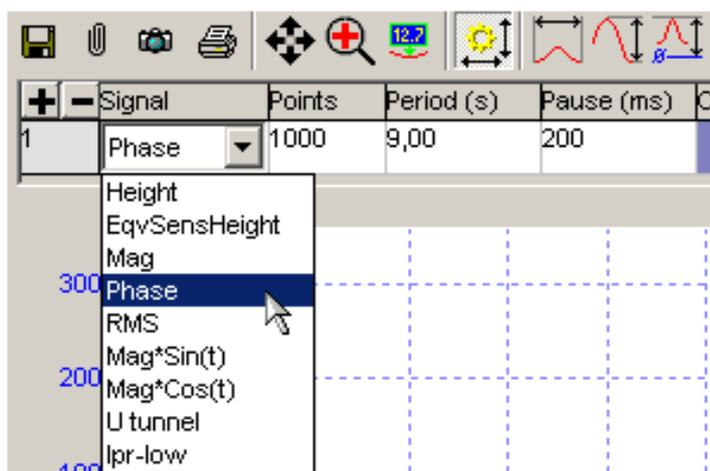

Рис. 7-40
2. Выберите сигнал **Phase** в программном осциллографе (Рис. 7-40).